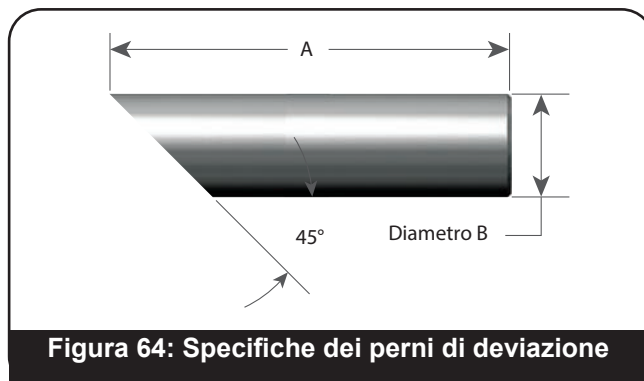

Figura 64: Specifiche dei perni di deviazione
4. Perni di deviazione: Per la rimozione del disco dal portadisco sono necessari due perni di deviazione. Fare riferimento alla figura 64 e alla Tabella 17 per le specifiche della spina.